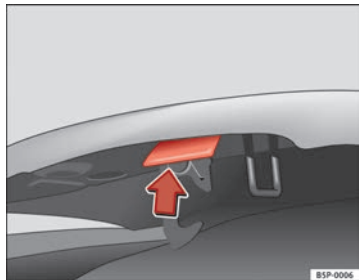

Abb. 176 Öffnungsriff unterhalb der Motorraumklappe
- Den Hebel unterhalb der Motorraumklappe nach oben ⇒ Abb. 176 drücken. Dabei wird der Fanghaken entriegelt.